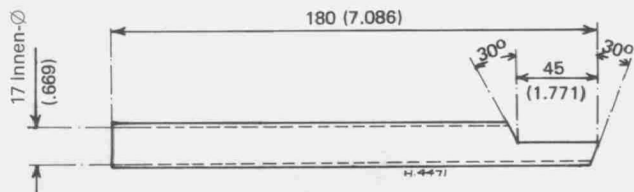

Bild 90
- Die Stößelstangen-Schutzrohre mit dem abgebildeten Werkzeug fest einsetzen (Bild 90).